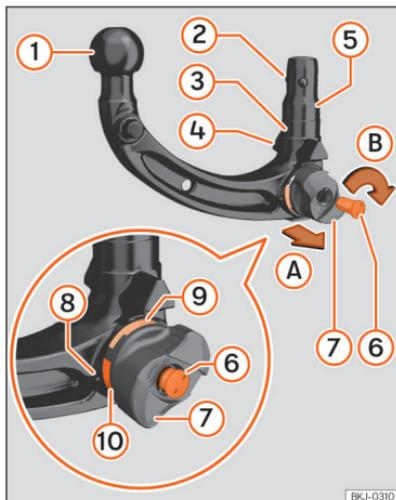

Fig. 153 Visão geral: engate amovível para reboque.
- ③ Mecanismo (bola) de bloqueio
- ④ Guias de centragem
- ⑤ Haste
- ⑥ Chave
- ⑦ Tampa da fechadura
- ⑧ Roda
- ⑨ Marca verde no engate para reboque
- ⑩ Marca vermelha na roda
3. Abra a tampa da fechadura »» Fig. 153 ⑦ e introduza a chave ⑥ na fechadura.
4. Rode a chave ⑥ no sentido contrário ao dos ponteiros do relógio até a seta da chave apontar para o símbolo de fechadura aberta na roda ⑧.
5. Segure o engate para reboque com uma mão. Com a outra mão, retire a roda ⑧ na direção A.
6. Rode a roda ⑧ retirada na direção B até ao limite.
8. Solte a roda ⑧.